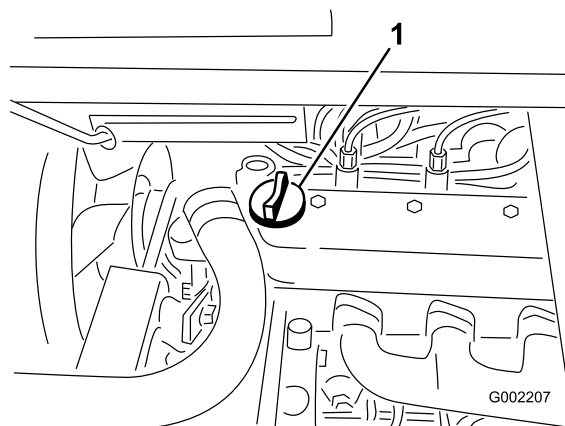

Figura 40
3. Se o nível de óleo estiver baixo, deverá retirar a tampa de enchimento da cobertura da válvula (Figura 40) e deitar óleo na abertura até que o nível suba até à marca "Full" (Cheio) da vareta; consultar a secção Manutenção do óleo do motor, acerca do tipo e viscosidade do óleo. Adicione o óleo lentamente e